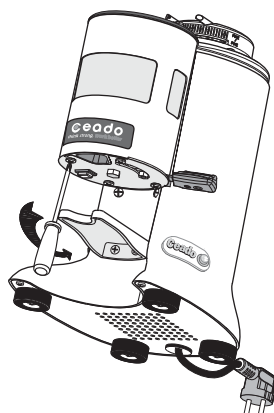

Fig. 9
- 1** Dévisser la vis du fond du doseur comme illustré dans la Fig. 9 avec un tournevis cruciforme et la garder.